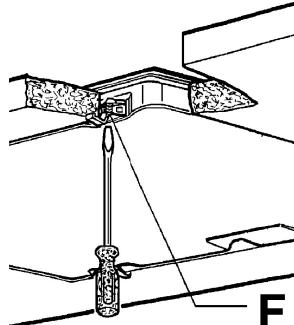

FIG. 7
- Apriete los tornillos de sujeción "F" (ver la fig. 7) para fijar el aparato.